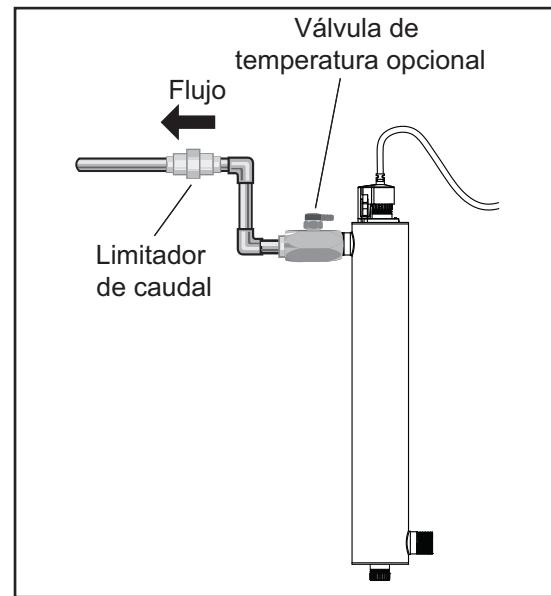

Figura 4 Limitador de caudal
- Monte el sistema en la pared con las grapas suministradas. Para conectar la fuente de agua al sistema se pueden usar varios métodos de conexión, sin embargo, se recomiendan los conectores de unión. El uso de un dispositivo limitador del caudal ayuda a mantener el caudal nominal del fabricante. El limitador de caudal debe instalarse en el puerto de salida y está diseñado para instalarse en una sola dirección. Asegúrese de que el flujo del agua coincida con la dirección de flujo indicada en el limitador de caudal. Consulte Figura 4.